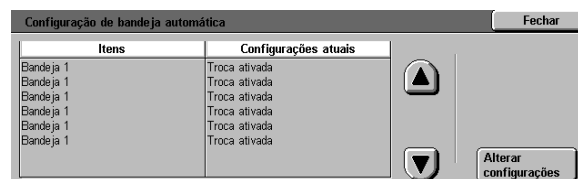

Figura 10: tela Configuração de bandeja automática
- 2 Toque no ícone **Configuração de bandeja automática** para exibir a tela Configuração de bandeja automática, conforme ilustrado na Figura 10.